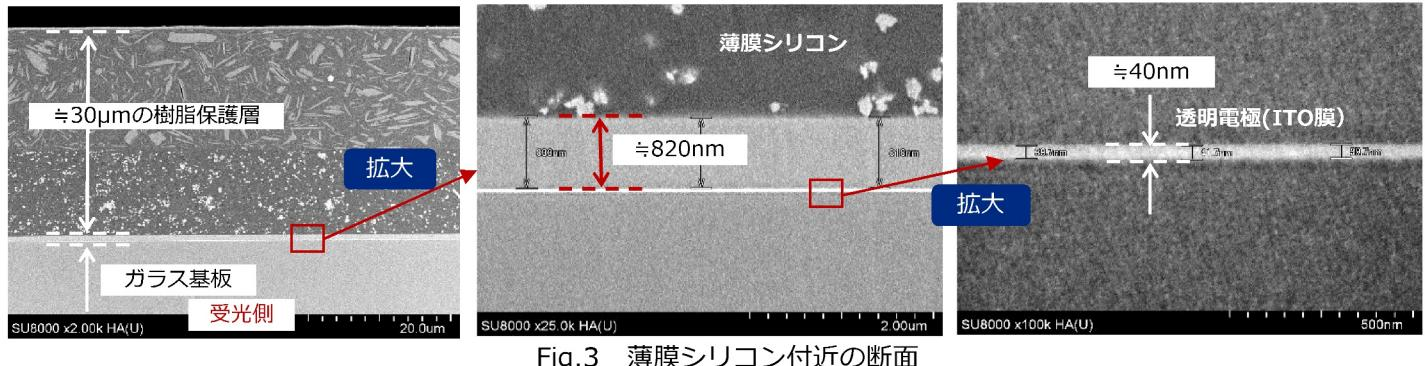
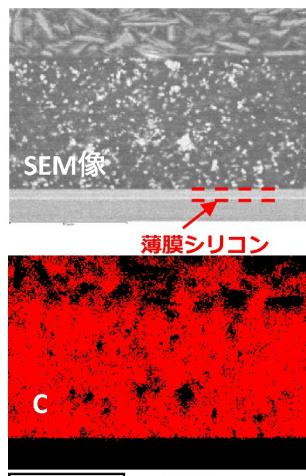

Fig.3 薄膜シリコン付近の断面
Fig.4 薄膜シリコン付近の元素マッピング
■ 電卓の太陽電池には半導体接合薄膜と透明電極が利用されていますが、一般に半導体接合薄膜にはアモルファスの薄膜シリコン、透明電極にはITO膜が使われています。断面観察及び元素マッピングの結果、ガラス基板と樹脂保護層の間には薄膜シリコンが約820nm、ITO膜が約40nmの厚みで存在することが確認されました（Fig.3、Fig.4、Fig.5）。